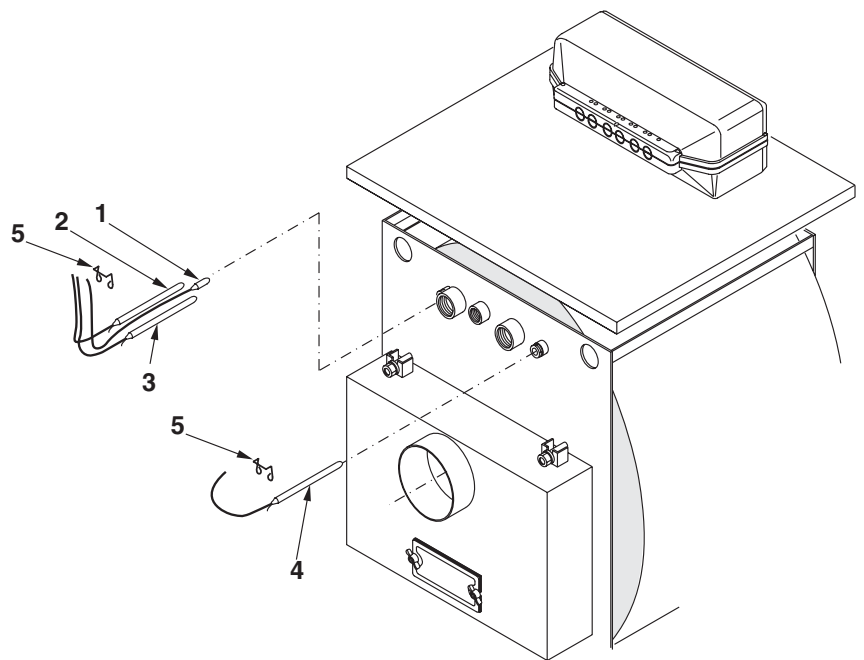

fig. 18
- Inserire le sonde degli strumenti nei pozzetti sul lato posteriore della caldaia (sopra la camera fumo)(Rif. fig.18); le sonde del termometro (pos.1), del termostato manuale (pos. 2) e del termostato a cacciavite (pos. 3) dovranno essere inserite nel pozzetto più grande (diametro foro = 15); la sonda del termostato di sicurezza (pos. 4), dovrà essere inserita nel pozzetto più piccolo (diametro foro = 7).